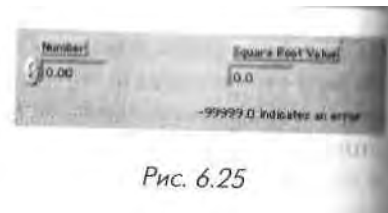

Рис. 6.25
2. Создайте лицевую панель, изображенную на рис. 6.25. С помощью числового элемента управления будет вводиться Число. Индикатор Величина квадратного корня покажет квадратный корень из числа.